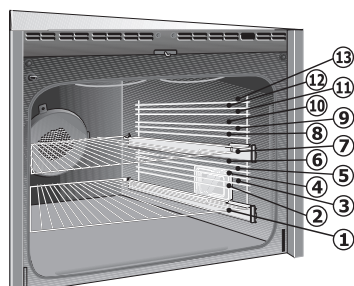
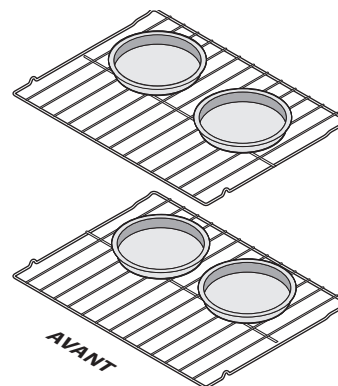

Figure 16 : Emplacement des grilles
Figure 17 : Écart entre les plats de cuisson
- Pour de meilleurs résultats lors de la cuisson des gâteaux sur deux grilles, voir à les placer en position 3 et 11. (Figure 16) Une position plus basse pour les grilles coulissantes. (Figure 17)